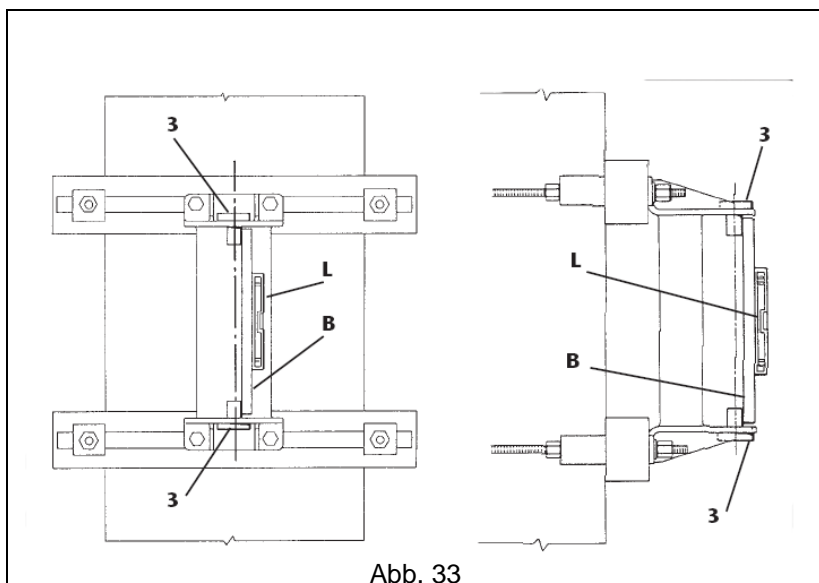

Abb. 33
- c. Mit Hilfe einer Wasserwaage **L** und einer Stange **B**, die direkt auf die Drehstifte **3** gelegt werden muss, die senkrechte Ausrichtung der Rotationsachse prüfen (Abb. 33).